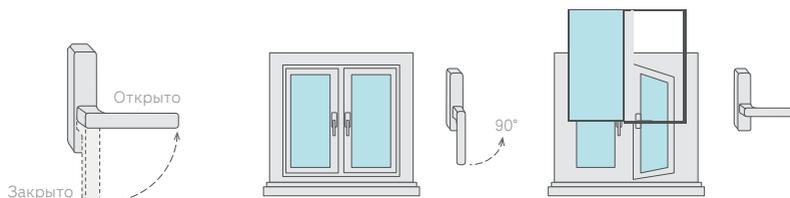

Рис. 1
2. Чтобы открыть (распахнуть) створку окна, ручку поворачивают на 90 градусов в горизонтальное положение (положение «Открыто» на Рис. 1). При повороте ручки закрытую створку слегка прижимают к раме другой рукой (чуть выше ручки). Затем, потянув за ручку, створку распахивают (сплошной режим – поворотное открывание).